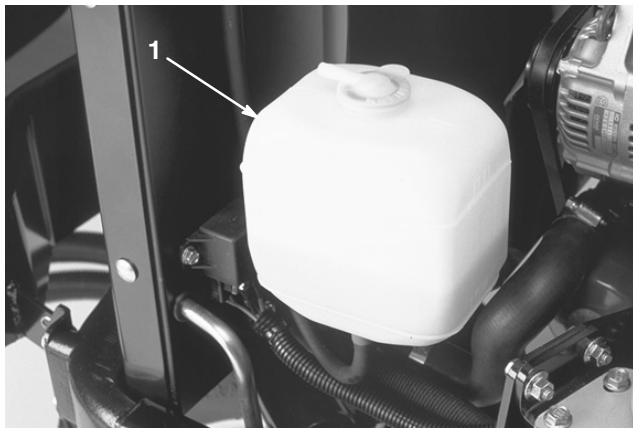

Bild 15
1. Prüfen Sie den Kühlmittelstand im Ausdehnungsgefäß (Bild 15). Bei einem kalten Motor muss der Füllstand ungefähr auf halber Höhe zwischen den beiden Markierungen stehen.